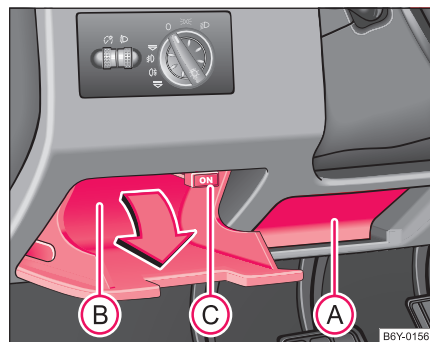

Fig. 72 Tabloul de bord: Compartimente de depozitare pe partea conducătorului auto
- (A) - compartiment de depozitare deschis sub volan.
Compartimentul de depozitare (B) se deschide prin apăsarea capacului în direcția săgeții ⇒ Fig. 72.